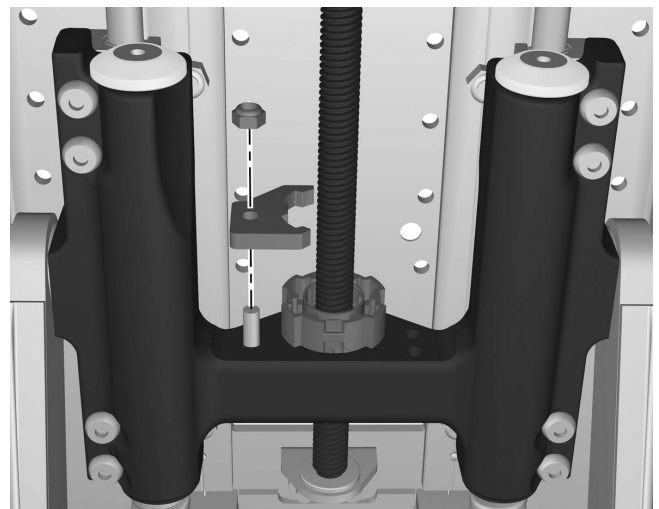

Abbildung 110. Muttersicherung montieren
3. Muttersicherung montieren Mutter etwas lösen, damit die Sicherungsmutter richtig passt. Die Mutter soll nicht vollständig an der Oberfläche anliegen. Siehe Abbildung. 110.